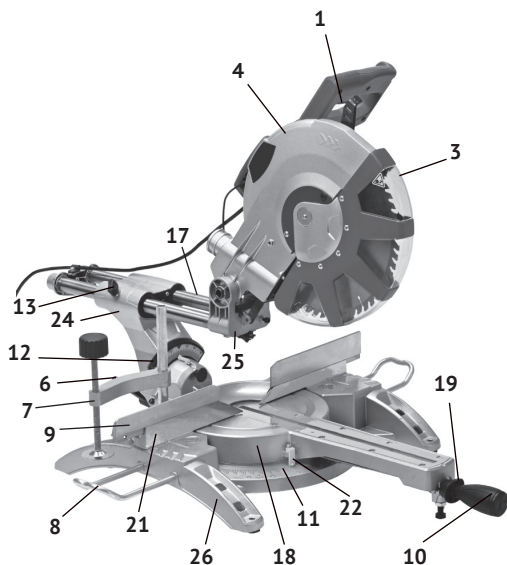
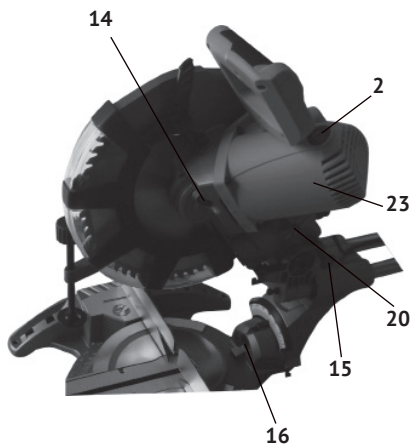
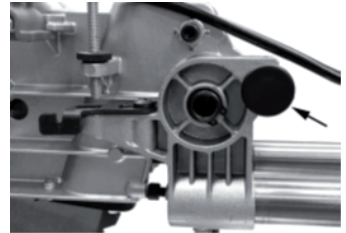
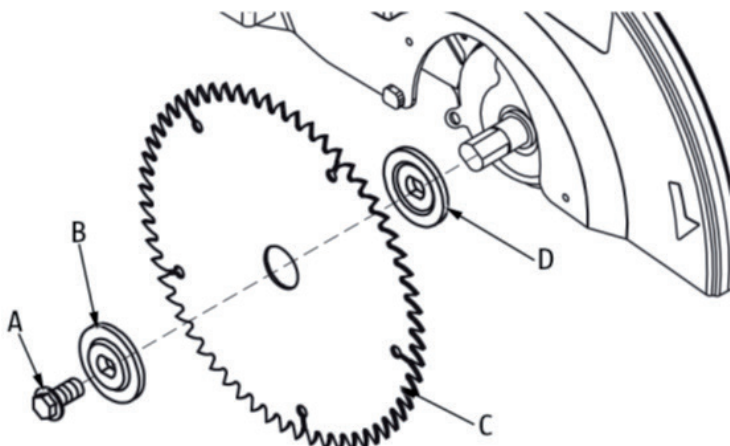

рис.1
рис.2
рис. 3
рис.4
1.1.2 Основным несущим узлом режущего блока пилы является металлический редуктор, выполненный заодно с верхним защитным кожухом диска (рис.1 поз.4). К редуктору крепится пластиковый корпус двигателя (рис.2 поз.23), с закреплённой на нём рукояткой. Вертикальное перемещение режущего блока для реза обеспечивает суппорт вертикального перемещения (рис.2 поз.25). Возвратная пружина на оси суппорта, возвращает режущий блок в исходное положение. Горизонтальное движение по направляющим (рис.2 поз.17) и отклонение (вправо/влево) от вертикальной оси обеспечивает суппорт наклона и горизонтального перемещения (рис.1 поз.24).
1.1.3 Рабочий стол (рис.1 поз.18), вместе с режущим блоком, имеет возможность смещения (вправо/влево) относительно основания (рис.1 поз.26) и параллельного упора (рис.1 поз.21), в который упирается обрабатываемая заготовка. Таким образом обеспечивается косой (от 0 до 45°) рез материала (брус, доска, планка и т.п.).
2. Вытянуть фиксатор (рис. 2 поз.15), указан стрелкой на рис.3.
- включение/выключение пилы осуществляется нажатием на клавишу выключателя (рис.1 поз.1).
4. Нажмите на фиксатор шпинделя (рис.2 поз.14), удерживая фиксатор шпинделя поверните диск по оси вращения, до момента фиксации.
5. Удерживая фиксатор шпинделя (рис.2 поз.14), открутите центральный болт А (рис. 4)
6. После откручивания болта А (рис.4) с левой резьбой, снимите прижимной фланец В (рис.4) и пильный диск С (рис.4). При этом опорный фланец D (рис.4) должен оставаться на месте.
7. Очистите прижимной В (рис.4) и опорный D (рис.4) фланцы от продуктов распила перед монтажом нового диска.
- для установки угла поворота ослабьте фиксирующую рукоятку (рис.1 поз.10), и, надавливая на рычаг-фиксатор (рис.1 поз.19), установите необходимый угол распила. Затем надёжно затяните фиксирующую рукоятку.
- пила обладает возможностью продольного движения режущего блока в процессе распиливания по двум трубчатым направляющим (рис.2 поз.17).
- для осуществления возможности продольного движения режущего блока необходимо ослабить фиксатор (рис.1 поз.13).